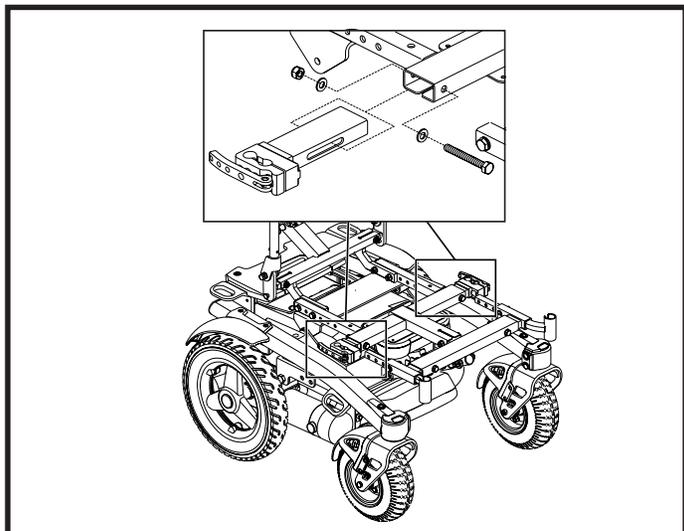

Figure 13. Réglage de largeur du siège
2. Desserrez le support d'accoudoir. Voir la figure 13.